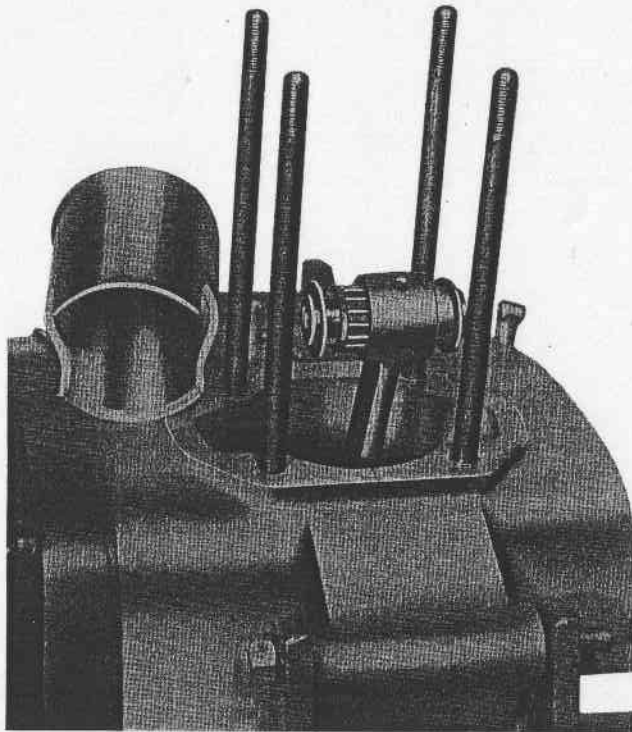

Fig. 43 - Remontage du piston
- Après avoir prédisposé l'emmanchement piston-cylindre, monter la douilles à aiguilles au pied de bielle et l'axe de piston (Fig. 43).
- Introduire les rondelles de calage douilles sur l'axe (Fig. 43).